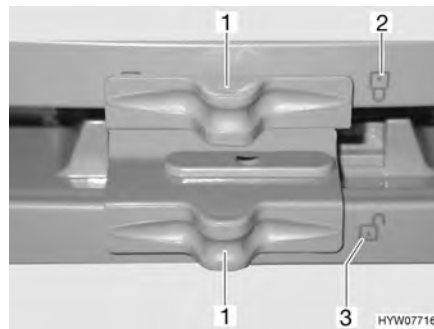

Bild 160 Lås till kylskåpsdörr/frysfacksdörr (Dometic 7-serie med separat frysfack)
- Skjut låset (Bild 160,1) åt sidan så att det öppna låset "C" (Bild 160,3) blir synligt.
- Skjut låset (Bild 160,1) åt sidan så att det stängda låset "V" (Bild 160,2) blir synligt.